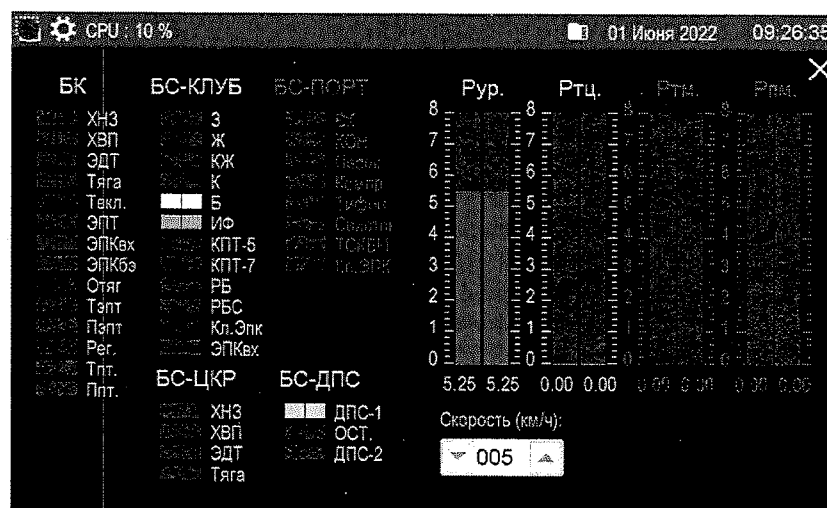

Рисунок 35
1.5.13.1 В приложении «сигн.САУТ» (рисунок 9) осуществляется визуальный контроль состояния дискретных сигналов формируемых и регистрируемых аппаратурой САУТ-ЦМ/485, КИО-САУТ, САУТ-К, а также сигналы с датчиков давления в «Рур», «Ртц», «Рпм», в режиме реального времени (рисунок 35). Отображаемые дискретные сигналы приведены в приложении К.